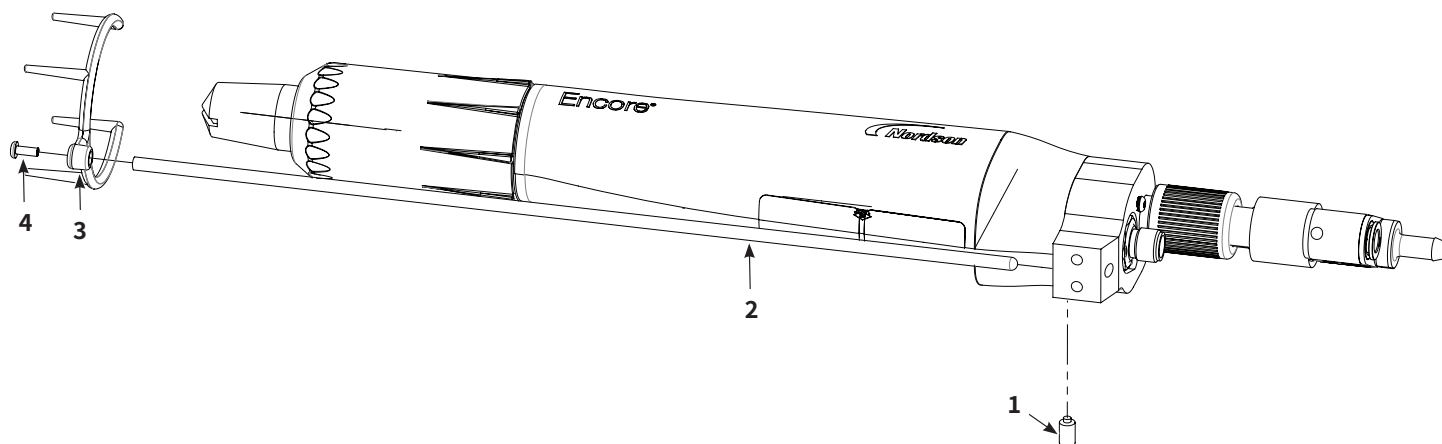

図 3-7 イオンコレクターの取り付け - バー取り付け式スプレーガン (わかりやすくするため、一部のパーツを省略しています)
1. 図 3-7を参照。コレクターロッド (1) をバー取り付けアダプターに挿入し、イオンコレクターキットに含まれているM5 x 8 固定ネジ (2) で固定します。
2. マルチポイントチップ (3) をM3 x 8ネジ (4) でコレクターロッドに取り付けます。